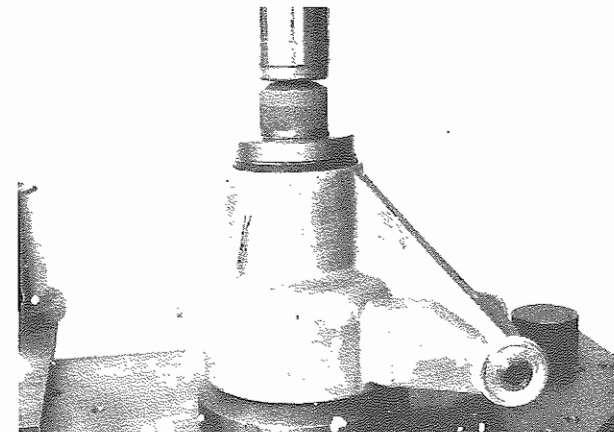

Fig. 15 - Tampone n. 6
- Montare il cuscinetto a rulli esterno e successivamente il paragrasso esterno col tampone n. 6 (**Fig. 15**).
- Fit the outer roller bearing and then the outer sealing ring using pad No. 6 (**Fig. 15**).